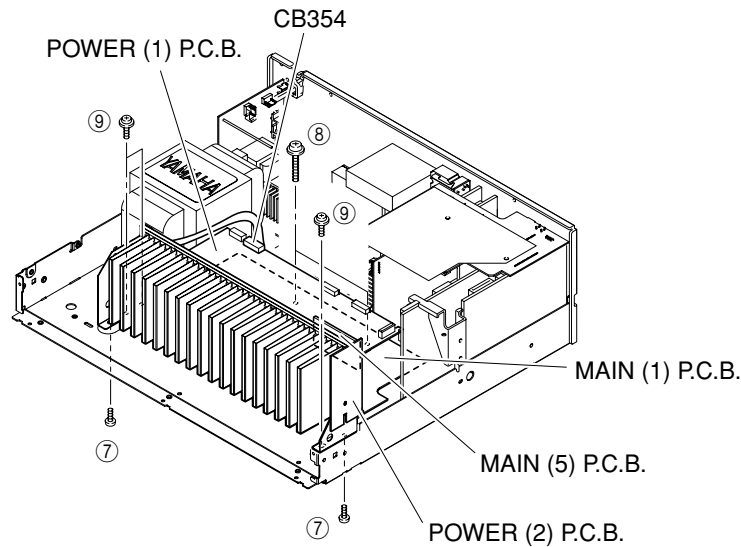

Fig. 5
5. Removal of MAIN (1), (5) and POWER (1), (2) P.C.B.s
- Remove CB354. (Fig. 5)
- Remove 2 screws (7), 2 screws (8) and 3 screws (9). (Fig. 5)
- Remove MAIN (1), (5) and POWER (1), (2) P.C.B.s. (Fig. 5)
5. MAIN (1)、(5)、POWER (1)、(2) P.C.B.の外し方
- CB354を外します。(Fig. 5)
- ⑦のネジ2本、⑧のネジ2本、⑨のネジ3本を外します。(Fig. 5)
- MAIN (1)、(5)、POWER (1)、(2) P.C.B.を取り外します。(Fig. 5)